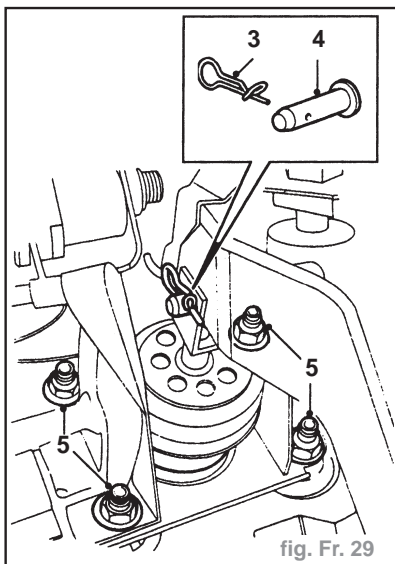
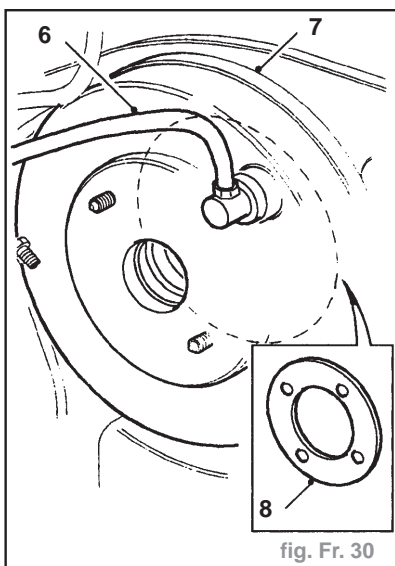

fig. Fr. 29
fig. Fr. 30
- Enlever l'épingle (3) de l'axe de chape et la jeter (fig. Fr. 29).
- Déposer l'axe (4) de chape maintenant le poussoir de servofrein sur la pédale de frein.
- Enlever 4 écrous à bride (5) maintenant la servocommande sur la carrosserie.
- Dégager le flexible à dépression (6) de la servocommande (fig. Fr. 30).
- Déposer l'ensemble de la servocommande (7).
- Enlever le joint (8) de la servocommande.